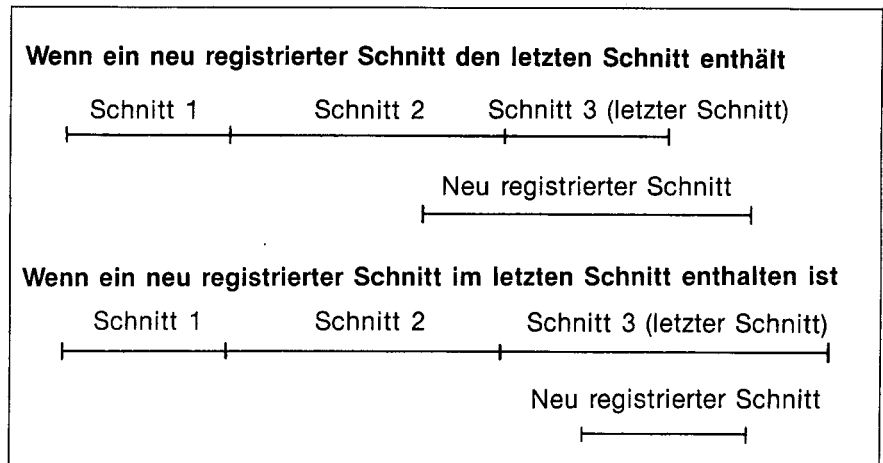

Abb. 5-23 Fälle, in denen automatische Bereinigung nicht möglich ist
- Der neu registrierte Schnitt enthält den letzten Schnitt in der EDL oder ist selbst in diesem enthalten (siehe Abb. 5-23 unten).